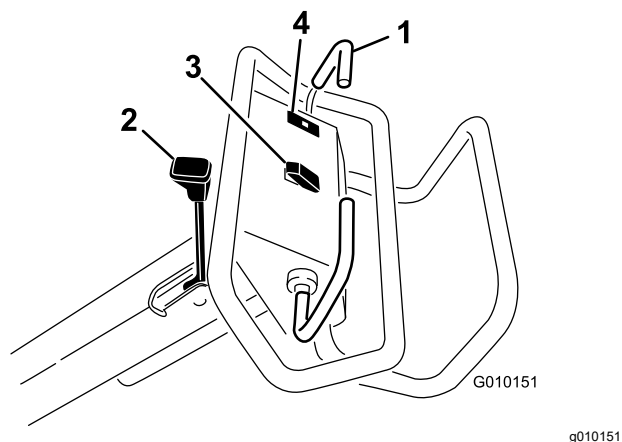

Figura 13
Para desplazarse hacia adelante, mueva la barra de tracción hacia adelante. Para desplazarse hacia atrás, mueva la barra de tracción hacia atrás (Figura 13).
- Para poner el freno de estacionamiento, mueva la palanca del freno de estacionamiento hacia el manillar del operador (Figura 13).
El indicador de advertencia de la presión del aceite (Figura 13) se enciende cuando la presión de aceite del motor cae por debajo de un nivel seguro. Si se produce una baja presión del aceite, apague el motor e investigue la causa. Repare la avería antes de arrancar el motor de nuevo.
Elevar – pulse la parte superior del interruptor (Figura 13) para elevar y desengranar el cabezal de perforación. El motor debe estar en marcha para generar presión de elevación. Si el cabezal de perforación está más bajo que la altura de transporte, consulte Reinicio del circuito de control del sistema (página 27).
Bajar/Engranar – pulse la parte inferior del interruptor (Figura 13) para bajar y engranar el cabezal de perforación. La barra de tracción debe estar en la posición de marcha hacia adelante para activar el interruptor.